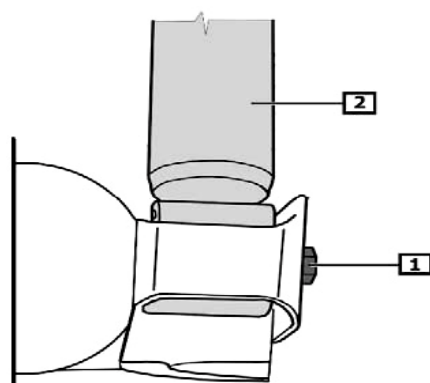
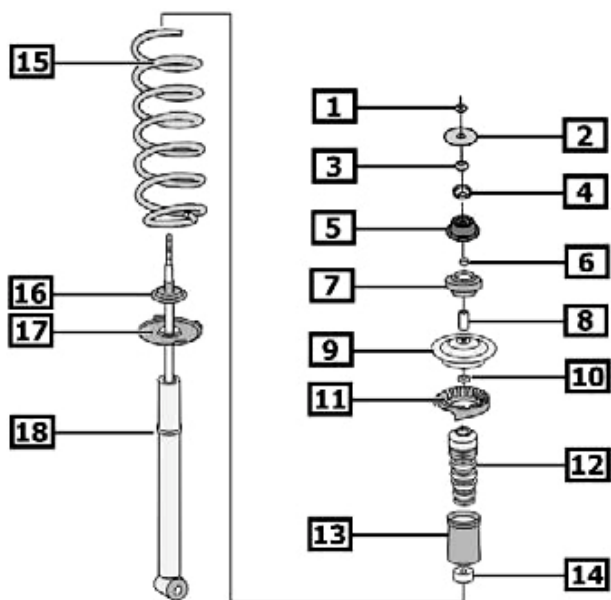

Fig. 5:
Fig. 6:
- **Fig. 6** Kontermutter (1) mit Spezialwerkzeug abschrauben, Tellerscheibe (2) abnehmen.
- Gegenmutter mit Spezialwerkzeug abschrauben, Druckscheibe (4) und oberes Gummilager (5) entnehmen.
- **Fig. 5** Untere Federbein-Verschraubung entfernen.
- **Fig. 6** Anbauteile entnehmen. Die Original Anbauteile werden wiederverwendet.
- **Fig. 6** Use a special tool to unscrew counter nut (1); remove plate washer (2).
- Use a special tool to unscrew counter nut. Remove thrust washer (4) and upper rubber bearing (5).
- **Fig. 5** Remove lower suspension strut screw attachment.
- **Fig. 6** Remove add-on parts. The original add-on parts will be re-used.
- **Fig. 6** Dévisser le contre-écrou (1) avec l'outil spécial, ôter la rondelle bombée (2).
- Dévisser le contre-écrou avec un outil spécial, enlever le disque de pression (4) et le palier en caoutchouc supérieur (5).
- **Fig. 5** Enlever le vissage inférieur de la jambe de force.
- **Fig. 6** Enlever les composants. Réutiliser les composants d'origine.
- **Fig. 6** Desenroscar contratuerca (1) con herramienta especial, retirar arandela de platillo (2).
- Desatornillar la contratuerca con la herramienta especial, retirar la arandela de presión (4) y el cojinete de goma superior (5).
- **Fig. 5** Retirar la atornillamiento inferior del amortiguador.
- **Fig. 6** Retirar las piezas adicionales. Las piezas adicionales originales vuelven a emplearse.
- Fig. 6** Unteren Federteller (17), Sicherungsring (16) und Schutzkappe (14) auflegen.
- Anschlagpuffer (12) mit Staubschutzhülle (13) und Scheibe (10) auf Kolbenstange stecken.
- Federauflage (11), oberen Federteller (9), Distanzhülse (8) und unteres Gummilager (7) anbauen.
- Auf richtigen Federsitz achten und Kolbenstangenmutter (6) mit Spezialwerkzeug festschrauben.
- Oberes Gummilager (5) und Druckscheibe (4) mit Mutter (3) festschrauben.
- Tellerscheibe (2) auflegen und mit Kontermutter (1) (25 Nm) sichern.
- Fig. 5** Untere Federbeinbefestigung (1) anschrauben.
- Fig. 6** Position lower spring cap (17), lock ring (16), and protective cap (14).
- Place compression stop (12) with dust cover (13) and washer (10) on piston rod.
- Assemble spring mount (11), upper spring cap (9), spacer sleeve (8), and lower rubber bearing (7).
- Make sure springs fit correctly, then use a special tool to tighten the piston rod nut (6).
- Tighten the upper rubber bearing (5) and thrust washer (4) with the nut (3).
- Place plate washer (2) on top and secure it with the counter nut (1) (25 Nm).
- Fig. 5** Screw on lower suspension strut attachment.